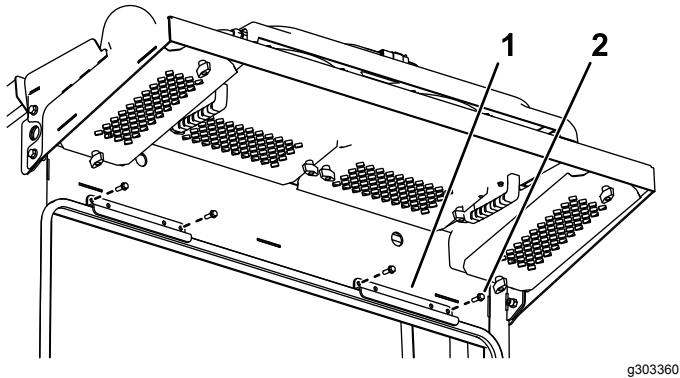

Рисунок 8
- Снимите крепежные кронштейны с верхней части заднего ветрового стекла (Рисунок 8).